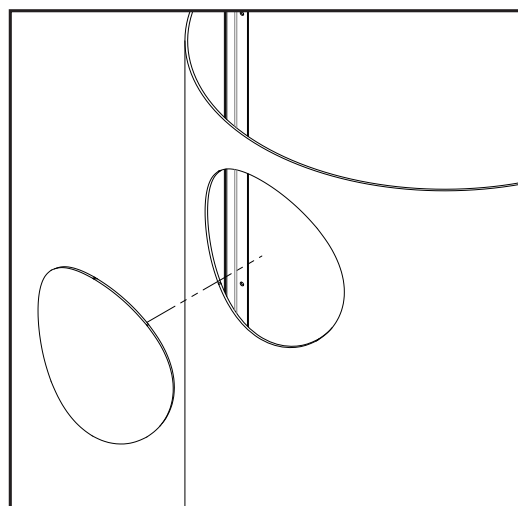

Figure 73: Perforation du châssis arrière
12. Retirez le poinçon du châssis arrière à l'aide d'un gros marteau (voir la Figure 73). Placez un chiffon autour du périmètre pour éviter d'endommager le châssis au cas où vous frapperiez accidentellement la surface peinte.